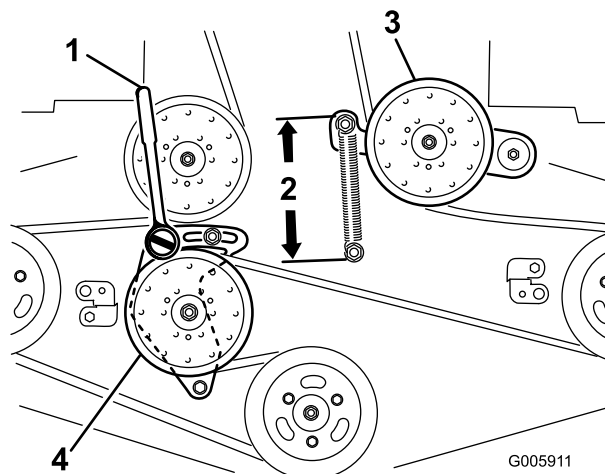

Figura 64
6. Allentate il braccio di rinvio fisso e regolatelo per scaricare la tensione della cinghia (Figura 64).
9. Inserite un cricchetto con un'estensione ridotta o una barra idonea nel foro quadrato nel braccio di rinvio fisso (Figura 64).
11. Per aumentare la tensione della cinghia, ruotate il cricchetto o la barra idonea in senso antiorario per spostare il braccio di rinvio fisso fino a creare uno spazio di 16,5 cm tra i ganci delle molle (Figura 64).